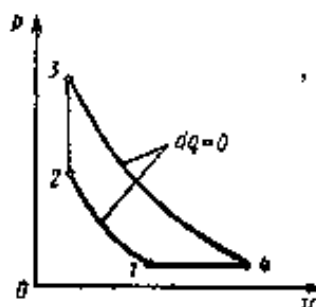

Рис. 2
3. Определить параметры  $p$ ,  $v$ ,  $T$  крайних точек всех процессов, работу цикла  $l_{ц}$  и термический к.п.д.  $\eta_t$  цикла ГТУ с подводом теплоты по изохоре (рис. 2), если известны  $p_1 = 0,1$  МПа;  $t_1 = 0^\circ\text{C}$ ,  $p_2 = 0,95$  МПа;  $p_3 = 1,4$  МПа; рабочее тело - 1 кг сухого воздуха,  $\kappa = 1,41$ ;  $c_p = 1,005$  кДж/(кг·К).